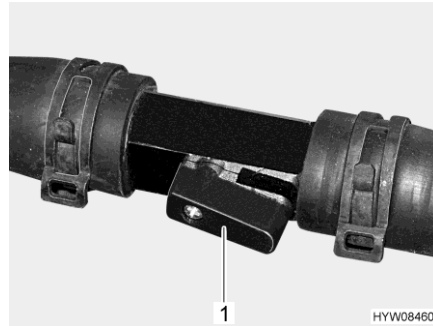

Bild 174 Absperrhahn (geöffnet)
- Den Hebel (Bild 174,1) parallel zur Rohrleitung stellen (Bild 174). Je weiter der Absperrhahn geöffnet wird, desto höher ist die Heizleistung.
- Den Hebel (Bild 174,1) quer zur Rohrleitung stellen. Der Heizkreislauf erfolgt über die Umgehungsleitung.